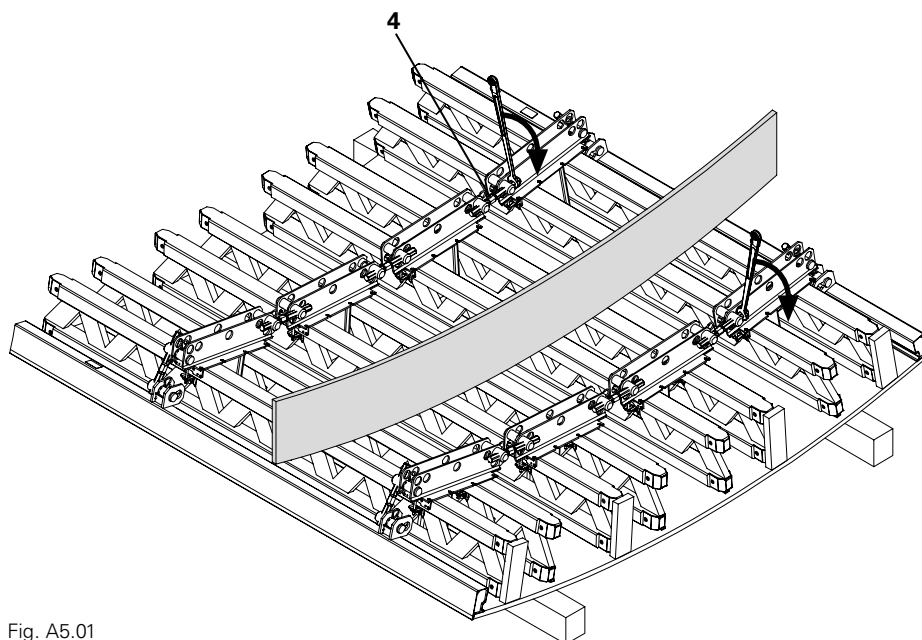

Fig. A5.01
1. Iniziare sempre dai gruppi di regolazione (4) al centro dell'elemento; quindi, regolare i gruppi di regolazione a destra e a sinistra. (Fig. A5.01)